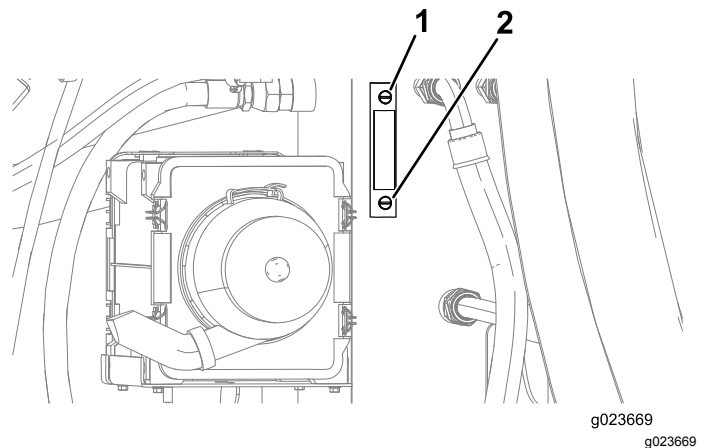
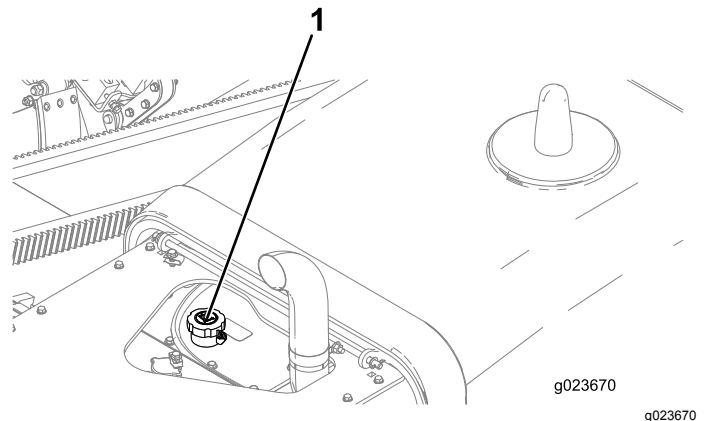

Figura 119
Figura 120
4. Verifique o nível de óleo no visor de nível do reservatório hidráulico (Figura 119).
5. Se o nível estiver baixo, abra a tampa do reservatório hidráulico (Figura 120), adicione uma pequena quantidade de óleo e aguarde 2 minutos até o nível de óleo se estabilizar no visor de nível (Figura 119).